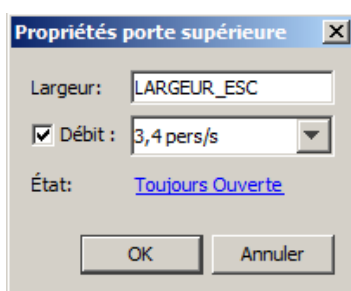

Figure 3.29 : le dialogue des propriétés d'une porte d'escalier
- **Porte supérieure et Porte inférieure** : en cliquant sur ces liens, le dialogue à la figure 3.29 s'affichera. Ici, les propriétés de chaque porte implicite peuvent être modifiées indépendamment de l'autre porte, y compris la **Largeur**, le **Débit** et l'**État**. Pour plus d'informations sur ces propriétés, voir Les propriétés des portes.